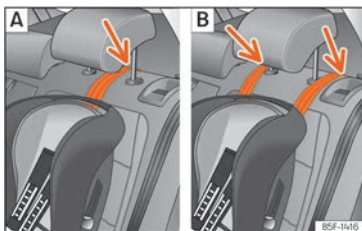

Abb. 41 Rücksitze: Einstellung und Einbau unter Verwendung des Top Tether-Gurts.
- Führen Sie den Gurt unter der Kopfstütze durch (in Abhängigkeit der Gebrauchsanweisungen des Kindersitzes ggf. Kopfstütze anheben oder entfernen)  (Abb. 41).